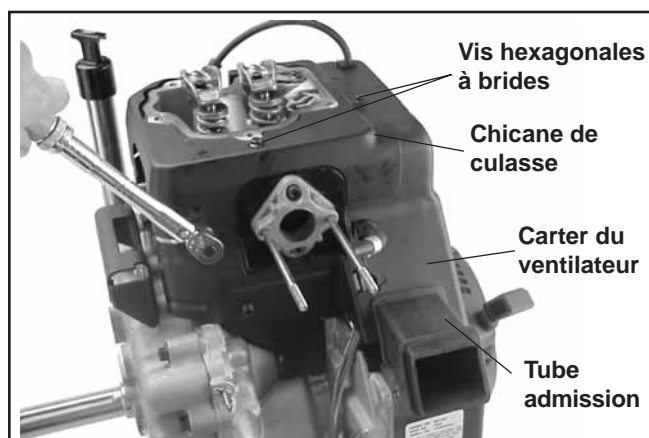

Figure 11-42. Installation de la chicane de culasse et du tube d'admission.
3. Installer les chicanes de la culasse à la culasse à l'aide des vis hexagonales à brides. Serrer les vis au couple de 3,9 Nm (35 in. lb.). Voir la figure 11-42.